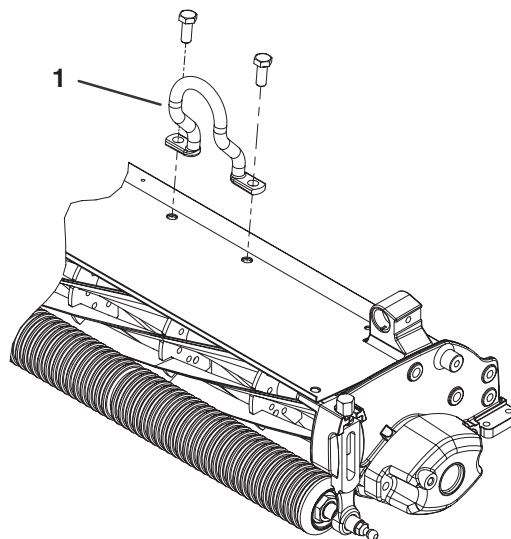

Figure 12
2. Montez le crochet de levage décentré (Fig. 12) sur le haut du plateau de coupe avec (2) vis de fixation M10–1,5. Serrez les vis à 34–40 Nm. Le crochet doit être orienté vers l'avant.